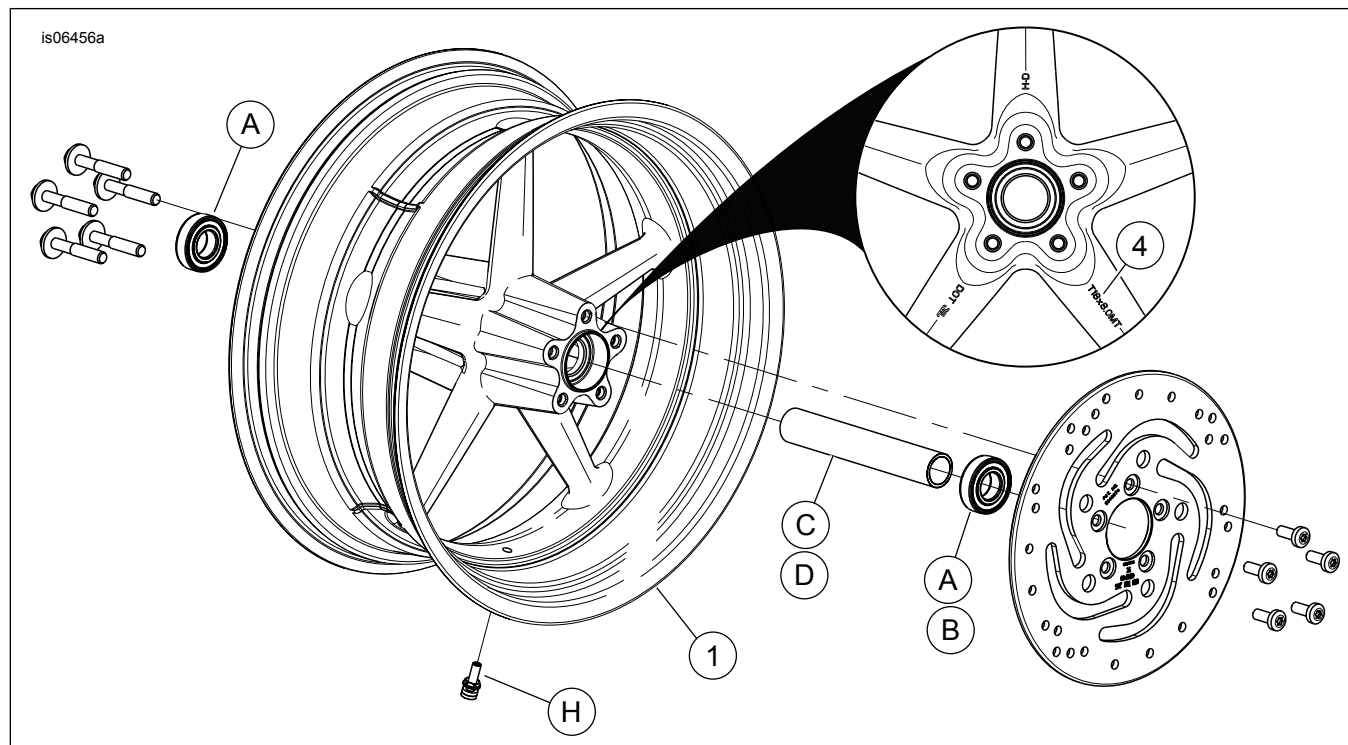

Figura 1. Peças de reposição: Roda traseira Rocker
Estes kits incluem somente a roda personalizada. Veja Figura 1 e Tabela 2.
2. Veja Figura 1. Instale o conjunto da haste de válvula (H) na roda. Consulte o Manual de serviço.